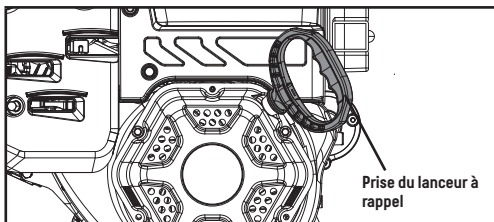

Figure 12C
6. Tenez-vous à l'arrière de la machine, du côté droit, et tirez légèrement sur la poignée du démarreur jusqu'à ce que vous sentiez une légère résistance, puis donnez un coup sec. Retournez doucement la poignée du démarreur (figure 12C).